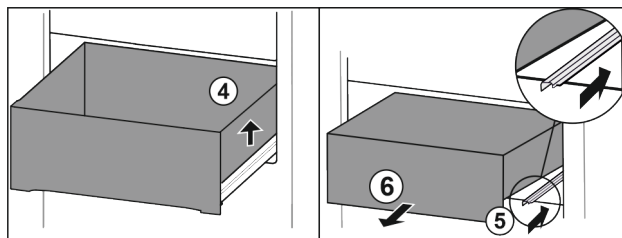

Fig. 69
- Lyft utdragslåda på höger sida. Fig. 69 (4)
- Skjut in höger skena. Fig. 69 (5)
- Ta ut utdragslåda genom att dra den framåt. Fig. 69 (6)